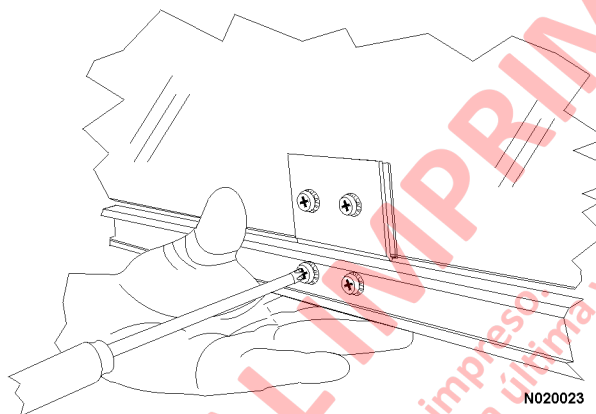

FIGURA 2-8.
- h. Retire los dos tornillos (Figura 2-8) que afirman la guía del rodillo a la parte inferior del vidrio de la puerta.
7. Retire los dos tornillos (Figura 2-8) que afirman la guía del rodillo a la parte inferior del vidrio de la puerta.
21. Levante el vidrio de la ventana en el marco e instale la guía del rodillo regulador de la ventana en el soporte que se instaló en el paso 20. Consulte la Figura 2-8.